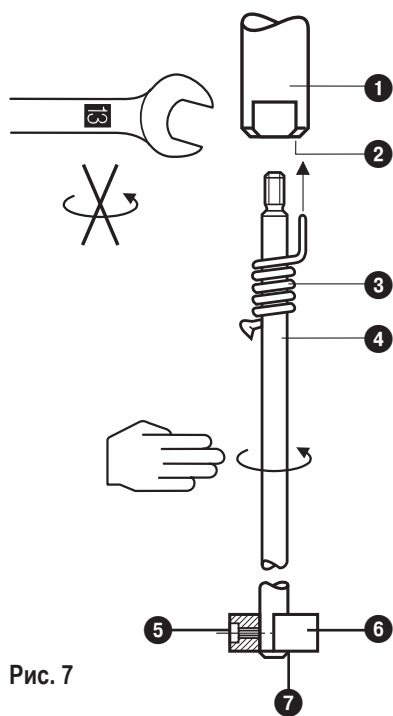

Рис. 7
1. Ввинтить удлинитель электрода ④ в измерительный электрод ①. **Рис. 7**
3. Пометить размер на удлинителе электрода ④.
4. Вывинтить удлинитель электрода ④ из измерительного электрода ① и укоротить.
5. После визуального контроля прочно ввинтить удлинитель электрода ④ в измерительный электрод ①. Передвинуть пружинный стопор ③ на удлинителе электрода ④ так, чтобы он зафиксировался в отверстии ②.
6. Смонтировать комплект для увеличения площади измерения. Насадить шайбу ⑥ на удлинитель таким образом, чтобы удлинитель выступал с нижней стороны шайбы на 2 мм. В этом положении закрепить шайбу винтом без головки ⑤. Прижать имеющуюся в комплекте стопорную шайбу ⑦ снизу через удлинитель электрода к шайбе ⑥.